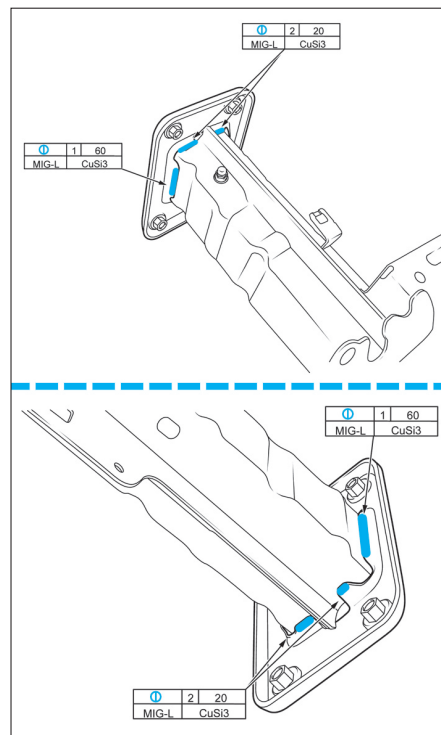

FIG. 1
- Souder la tôle de fermeture du longeron avant (Fig.1).